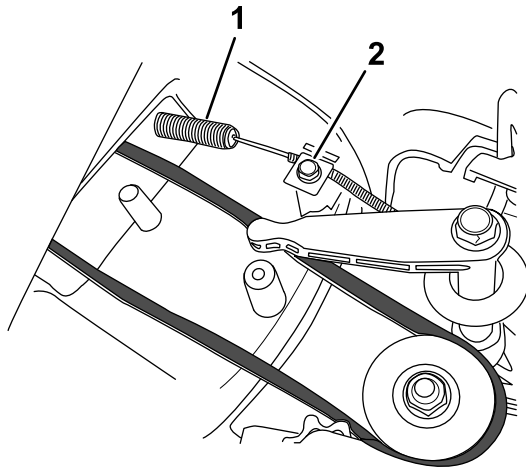

Figura 34
4. Installate il nuovo cavo del freno della lama, ma non serrate il serrafilo sulla scocca del tosaerba (Figura 34).
5. Allentate la vite del serrafilo (Figura 34).